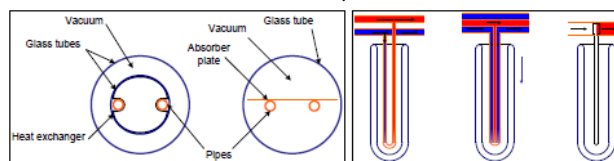

Figure 3. Différentes technologies de capteurs sous vide (Source « Cartographie de la filière Solaire »)
Il existe un grand nombre de variantes de conception, faisant appel à des technologies différentes (Figure 3) :
- Réservoir d'eau chaude solaire centralisé et réservoir/système d'appoint centralisé (Fig. 3 à gauche)
- Réservoir d'eau chaude solaire centralisé et réservoir/système d'appoint décentralisé (Fig. 3 au milieu)
- Réservoir d'eau chaude solaire décentralisé et réservoir/système d'appoint décentralisé (Fig. 3 à droite)